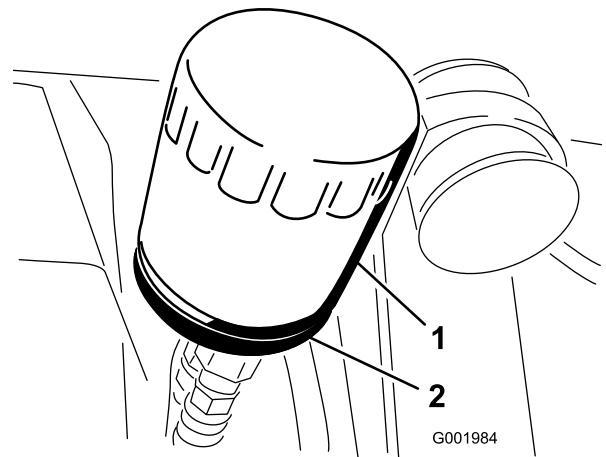

Figura 50
- Retire o filtro do óleo (Figura 50).
- Coloque o filtro de substituição no adaptador do filtro. Rode o filtro de óleo no sentido dos ponteiros do relógio até que a junta de borracha toque no adaptador do filtro e, em seguida, aperte o filtro mais 1/2 volta (Figura 50).